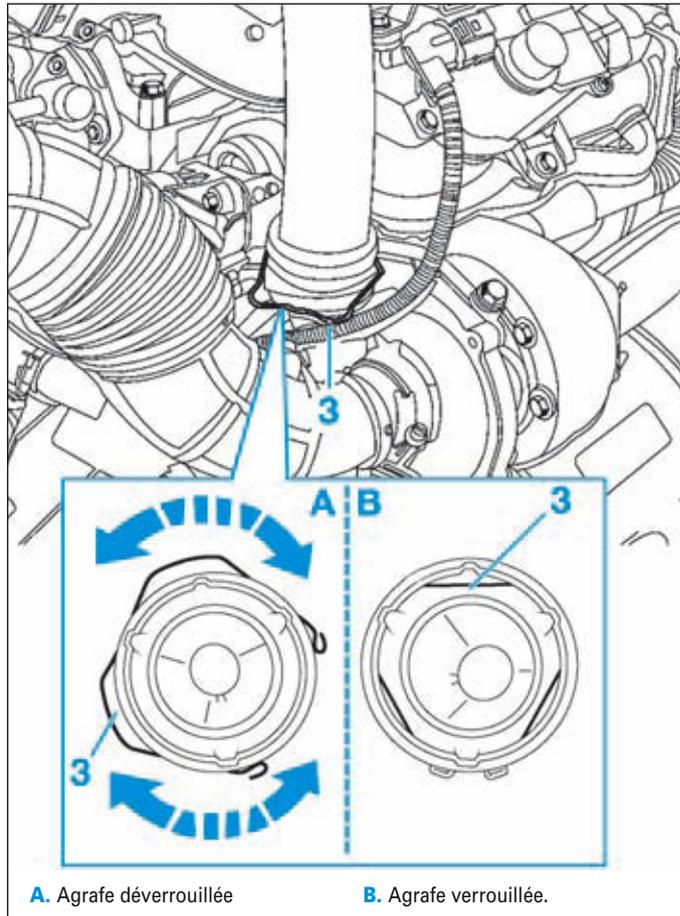

FIG.98
- Pivoter l'agrafe (3) du tuyau d'alimentation en air (Fig.98).